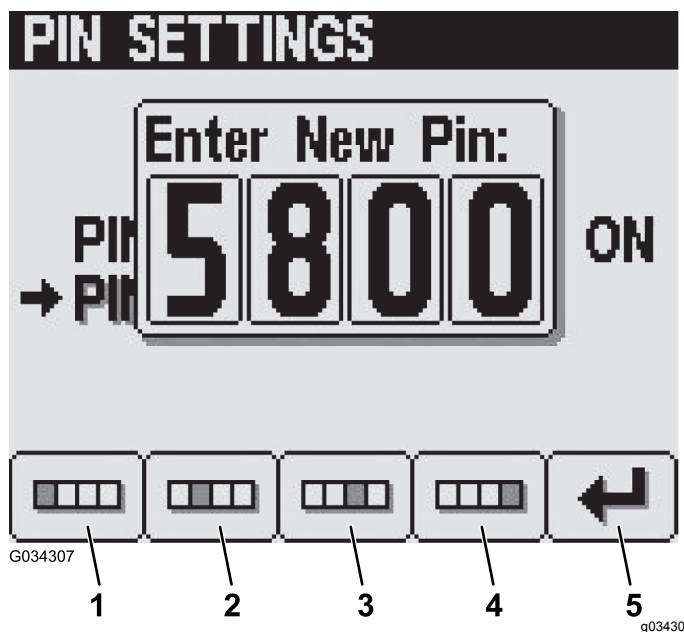

Figura 29
5. Introduza o seu novo PIN utilizando os botões 1 a 4 e prima o botão 5 quando terminar o novo PIN (Figura 29).